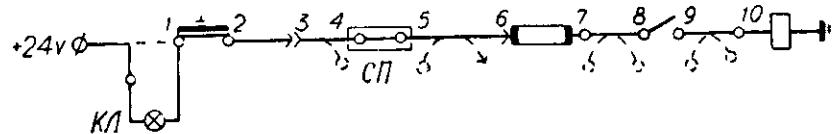

Рис. 95. Схема нахождения короткого замыкания
- отсоедините питающий провод проверяемой цепи и между отсоединенными проводом и его выводом, подсоедините контрольную лампу *КЛ* (рис. 95);